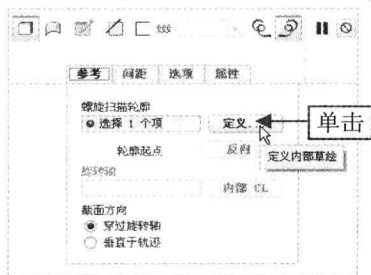

图 16-47 单击“定义”按钮
Step 03 在“功能区”选项板的“模型”选项卡中，单击“形状”面板中“扫描”右侧的下拉按钮，在弹出的下拉列表中选择“螺旋扫描”选项，弹出“螺旋扫描”选项卡；单击“参考”按钮，弹出“参考”下滑面板，单击“定义”按钮，如图 16-47 所示。